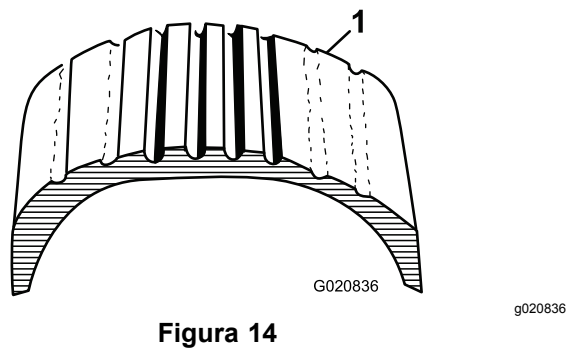
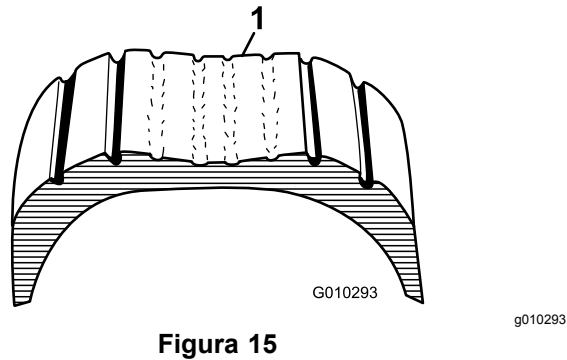

Figura 14
Figura 15
1. Inspeccione visualmente los neumáticos en busca de daños y desgaste (Figura 14 y Figura 15).